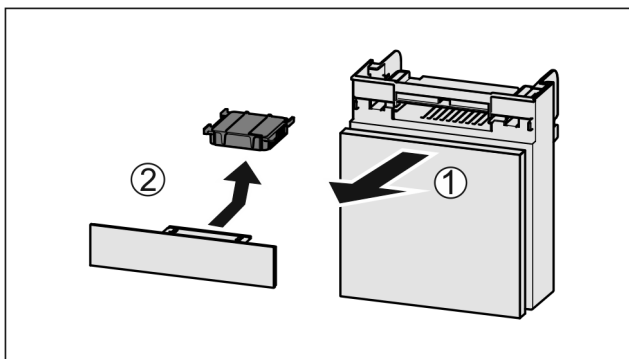

Fig. 147
- ▶ Extraire le compartiment par l'avant Fig. 147 (1).
- ▶ Sortir le filtre à charbon actif Fig. 147 (2).